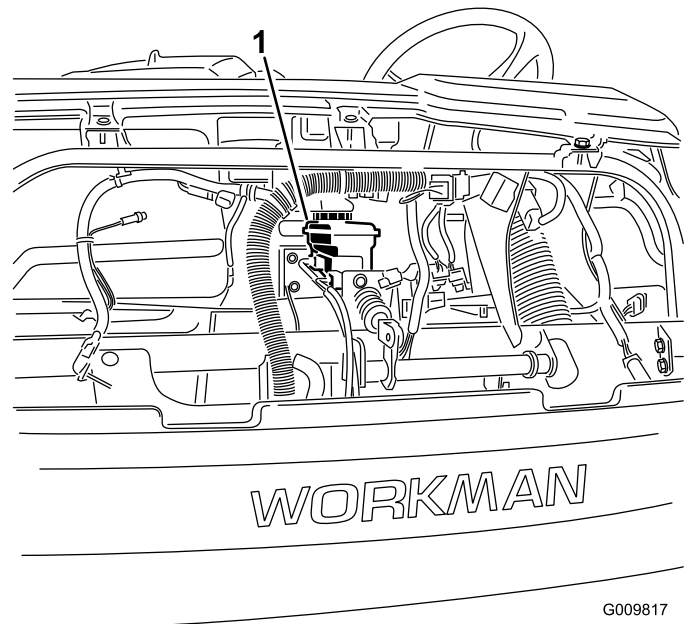

図 57
4. フードを持ち上げてブレーキのマスターシリンダとブレーキ液タンクにアクセスできるようにする 図 57。